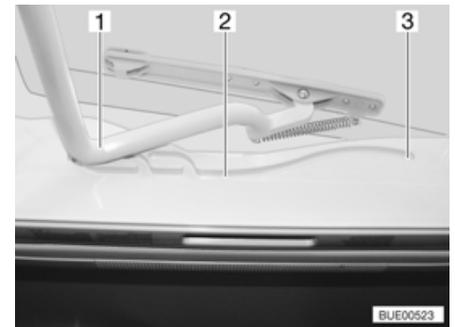

Fig. 108 Claraboya Heki, guía
- Tirar el estribo (Fig. 108,1) en las guías (Fig. 108,2) hasta la posición trasera final (Fig. 108,3).
- Empujar el estribo (Fig. 108,1) ligeramente hacia arriba con ambas manos.
- Tirar el estribo en las guías (Fig. 108,2) hasta la posición deseada.